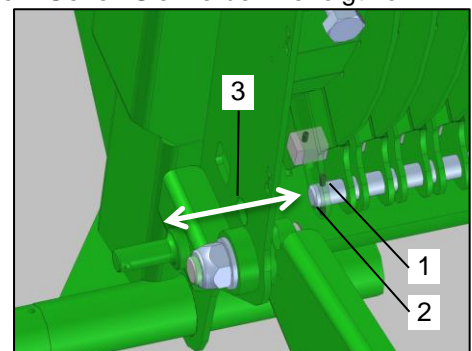

Bild 120: Messeraufnahme
Überprüfen Sie die Welle für die Messeraufnahme (Bild 120 / Pos.1) auf Verschleiß. Bei Verformung oder starker Abnutzung muss die Welle (Bild 120 / Pos. 1) ausgetauscht werden. Gehen Sie hierbei wie folgt vor:
- Entfernen Sie die Splinte (Bild 120 / Pos. 2) auf beiden Seiten der Welle (Bild 120 / Pos. 1).
- Führen Sie z.B. einen Splinttreiber durch die Montagebohrung (Bild 120 / Pos. 3) im Rahmen und treiben Sie die Welle (Bild 120 / Pos. 1) auf der Gegenseite heraus.
- Entnehmen Sie die Welle (Bild 120 / Pos. 1).
- Führen Sie die neue Welle durch die Montagebohrung (Bild 120 / Pos. 3) hindurch und treiben Sie diese zurück in die ursprüngliche Position.
- Sichern Sie die Welle (Bild 120 / Pos. 1) auf beiden Seiten mit einem Splint (Bild 120 / Pos. 2).